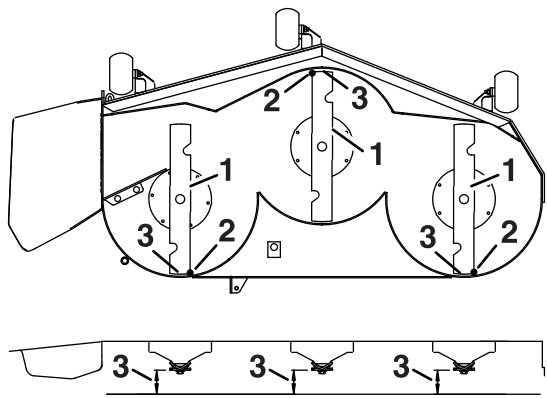

Figure 121
7. Vérifiez l'inclinaison avant/arrière des lames (Figure 121). Vérifiez que la pointe avant de la lame est plus basse que la pointe arrière, comme montré dans le tableau de hauteur de cales et d'inclinaison. Si un réglage est nécessaire, poursuivez cette procédure.